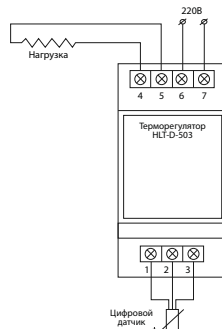

РИС. 1
2. Подсоединить датчик температуры (вход 1,2,3- рис.1).
3. Подсоединить нагревательные секции (нагрузку), при необходимости, через внешнее реле (вход 6,7 -рис.1).
4. Подсоединить провода питания 220В (вход 4,5-рис.1).
Необходимо проверить правильность подключения, согласно схемы рис. 1.